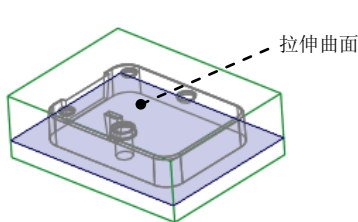
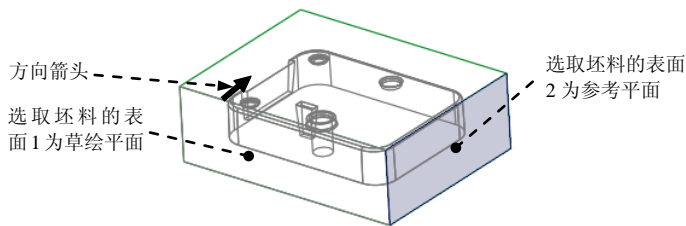

图 20.27 拉伸曲面
图 20.28 定义草绘平面
- (1) 按住 Ctrl 键，选取合并面组 9 和边界曲面 8。
- (2) 单击 **分型面** 操控板中 **编辑** 区域的 **合并** 按钮，此时系统弹出“合并”操控板。
- (3) 在操控板中单击 **选项** 按钮，在“选项”界面中选中 **相交** 单选项。
- (4) 在“合并”操控板中单击 **✓** 按钮。
Step24. 创建拉伸曲面，如图 20.27 所示。
- (1) 将坯料取消遮蔽。
- (2) 单击 **分型面** 功能选项卡 **形状** 区域中的 **拉伸** 按钮，此时系统弹出“拉伸”操控板。
- (3) 定义草绘截面放置属性。右击，从弹出的菜单中选择 **定义内部草绘...** 命令；在系统 **选择一个平面或曲面以定义草绘平面** 的提示下，选取图 20.28 所示的坯料表面 1 为草绘平面，接受图 20.28 中默认的箭头方向为草绘视图方向，然后选取图 20.28 所示的坯料表面 2 为参考平面，方向为 **右**。然后单击 **草绘** 按钮。